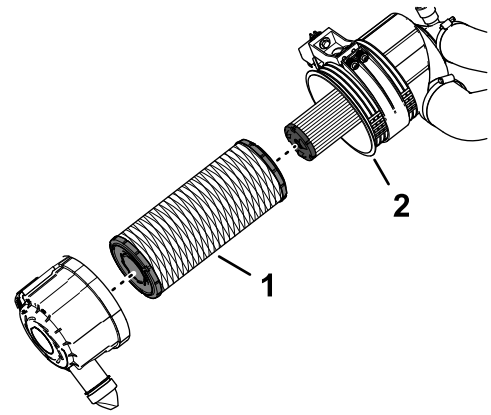

Figure 109
7. Retirez le préfiltre (Figure 109).